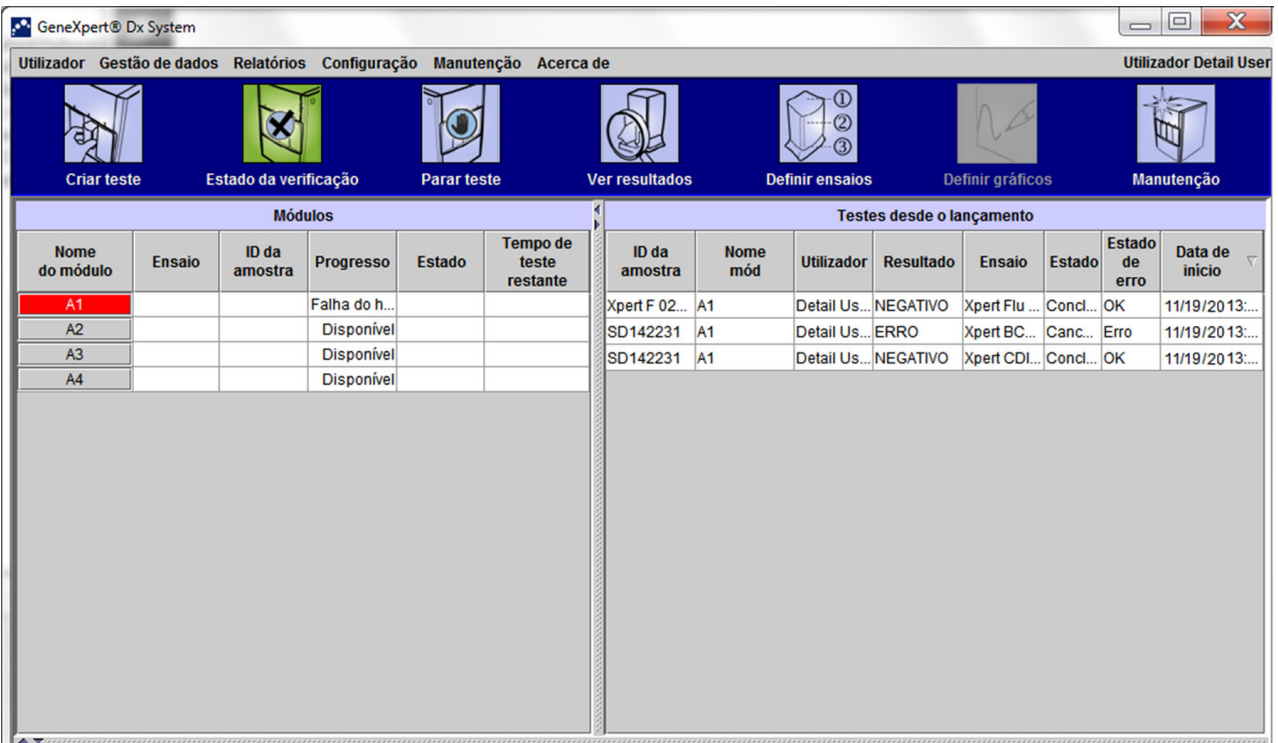
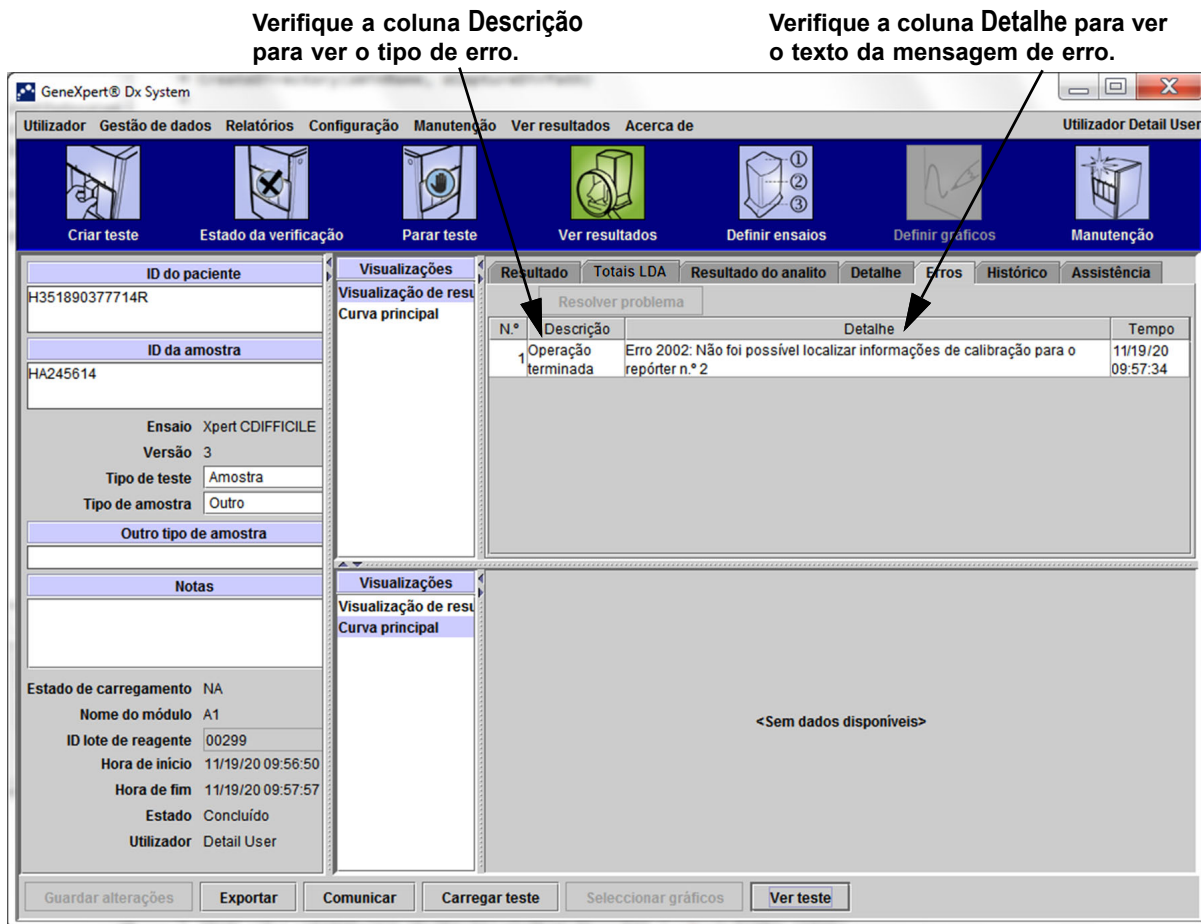

Figura 9-40. GeneXpert Dx System – Janela Estado da verificação
Figura 9-41. GeneXpert Dx System - Janela Ver resultados – Separador Erros (vista de utilizadores Detalhe e Administrador)
- **Secção 9.19.2.5, Erros de análise pós-execução** – Erros que ocorrem durante o processo de redução de dados. Pode ver todos os erros na janela Estado da verificação (consulte a figura 9-40). Os detalhes de erros específicos de testes são igualmente apresentados no separador **Erros** da janela Ver resultados (consulte a figura 9-41).
A tabela 9-3 indica os erros que podem surgir durante um teste que não seja abortado. Embora o sistema tenha conseguido terminar o teste e guardar os resultados, ocorreram alguns erros não críticos que requerem a sua atenção. Estas mensagens de erro são apresentadas na janela Ver resultados (consulte a figura 9-41). Para contactar a Assistência Técnica da Cepheid, consulte as informações de contacto na secção Assistência técnica no Prefácio.
A tabela 9-4 lista erros que podem surgir quando um teste é abortado. As mensagens de erro de operação terminada são apresentadas na janela Ver resultados. Consulte a figura 9-41. Para contactar a Assistência Técnica da Cepheid, consulte as informações de contacto na secção Assistência técnica no Prefácio.
A tabela 9-5 lista erros que podem surgir durante o processo de carregamento de um cartucho. As mensagens de erro de carregamento do cartucho são apresentadas na janela Estado da verificação. Consulte a figura 9-40.
A tabela 9-6 lista os erros que podem surgir durante o processo de auto-teste. As mensagens de erro de auto-teste são apresentadas na janela Estado da verificação. Consulte a figura 9-40. Para contactar a Assistência Técnica da Cepheid, consulte as informações de contacto na secção Assistência técnica no Prefácio.
A tabela 9-7 lista erros que podem surgir durante o processo de análise pós-execução (redução de dados). As mensagens de erro de análise pós-execução são apresentadas na janela Ver resultados (consulte a figura 9-41). Para contactar a Assistência Técnica da Cepheid, consulte as informações de contacto na secção Assistência técnica no Prefácio.